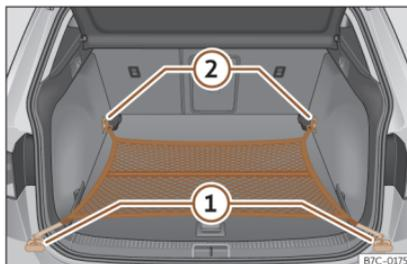

Fig. 112 Dans le coffre à bagages : sac pour filet accroché au niveau du plancher.
- Fixez les crochets du filet aux œillets d'arrimage ① et ② »» **fig. 112** »» . La fermeture à glissière du sac doit rester vers le haut.